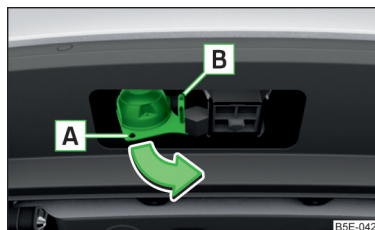

Fig. 308
- Saisir la prise 13 broches au niveau de **A** et la sortir dans le sens de la flèche » fig. 308.